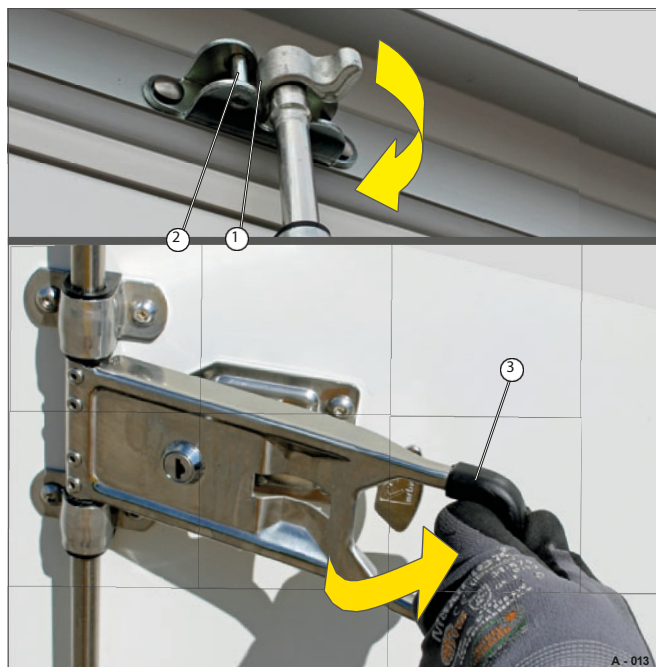

Fig. 13 Bloqueio da folha da porta
- Introduzir os ganchos de bloqueio (Fig. 13/1) nos parafusos de bloqueio (Fig. 13/2).
- Pressionar o puxador (Fig. 13/3) para fechar, de modo a que os ganchos de bloqueio encaixem nos pernos de bloqueio.